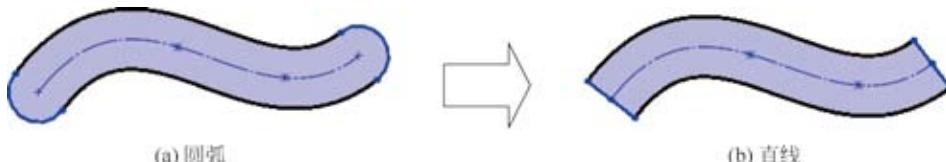

图3.29 顶端加盖
- 顶端加盖复选框：用于设置是否封闭两端开口，此选项只针对开放的对象有效，当选中圆弧(A)时，将使用圆弧封闭两端开口，当选中直线(L)时，将使用直线封闭两端开口，如图3.29所示。